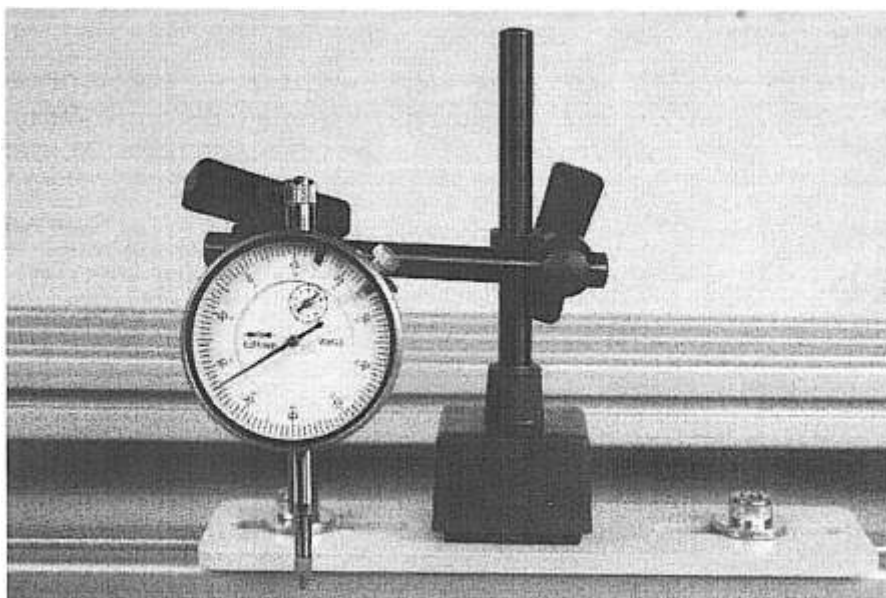

Рисунок 64. Циферблатный индикатор, установленный на магнитном основании
7. Установите циферблатный индикатор на его основание, как показано на Рисунок 64.